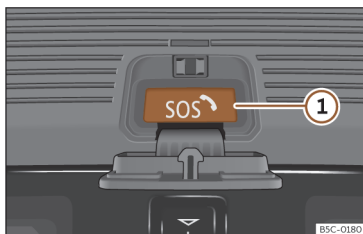

Fig. 50 Botão para chamada de emergência.
2. Mantenha pressionado o botão de chamada de emergência durante alguns segundos >>> **Fig. 50 ①.**
Pressione o botão de chamada de emergência >>> Fig. 50 apenas em caso de emergência!
Não se pode interromper a chamada de emergência automática pressionando o botão de chamada de emergência >>> **Fig. 50.**